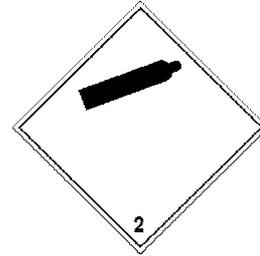

Bild 2
- Druckgasflaschen, die mit mehr als 2 bar Druck gefüllt sind, unterliegen beim Transport auf öffentlichen Straßen den gefahrgutrechtlichen Bestimmungen der GGVSE, bzw. ADR. Die Druckgasflaschen, bzw. das Versandstück sind mit einem Gefahrzettel Nr. 2.2 nach Unterabschnitt 5.2.2.2 ADR zu kennzeichnen (siehe Bild 2).